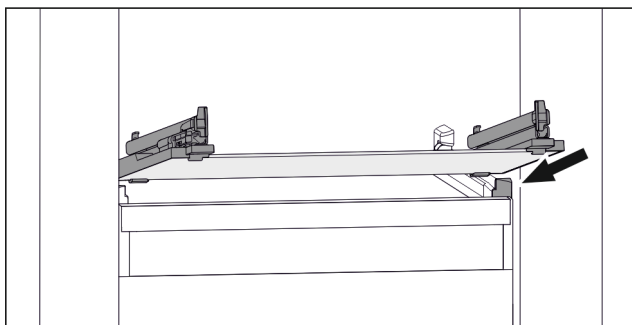

Fig. 140 Примерно изображение на стъклената плоча
- ▶ Поставете стъклената плоча под ъгъл зад ограничителите. (виж Fig. 140)